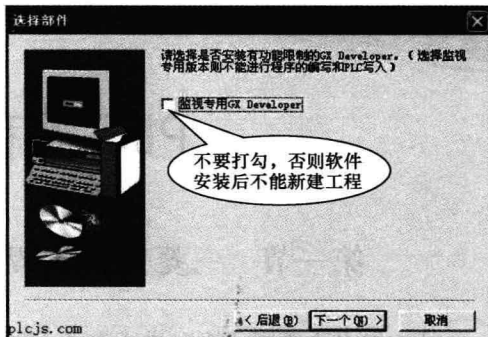

图 1-4 “选择部件”对话框
(5) 单击“下一步”按钮后进入“选择部件”对话框，如图 1-4 所示。注意这里不能打勾，否则软件将只能监视，这个地方也是出现问题最多的地方。